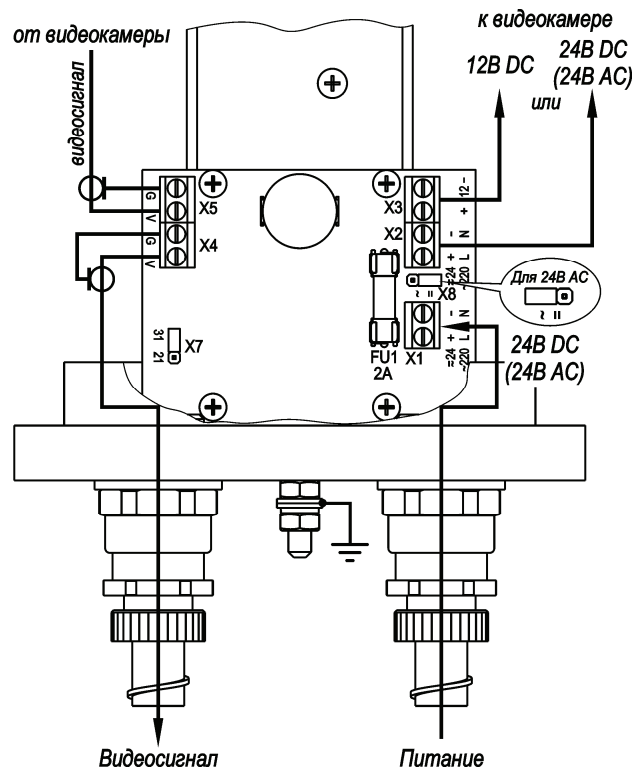

Рис.2 Подключение ТГБ-4Г-24/12(24); ~24/12(~24)
4. Подсоединить видеокамеру к контактам платы коммутации в соответствии со схемой подключения (рис.2, 3 или 4).
5. Ввести через гермовводы внешние кабели (кабель видео и кабель питания) и подключить их к плате коммутации (рис.2 или 3).
– Х7 в положение «31» - мощность обогрева 31 Вт, для изменения мощности на 21 Вт джампер Х7 необходимо переставить в положение «21» (см. рис.2 и 3);
– для ТГБ-4Г- 24/12(24); ~24/12(~24) предприятием изготовителем джампер Х8 установлен в положение «=» – напряжение питания 24В DC, для питания гермобокса переменным напряжением 24В необходимо переставить джампер Х8 в положение «~» (см. рис.2).